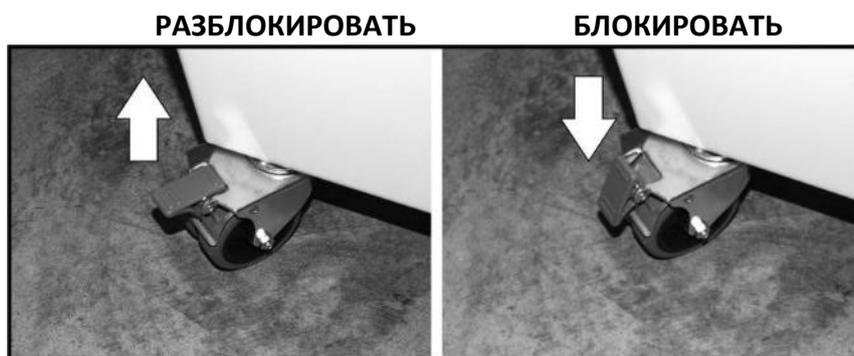

Рис. 6
Необходимо обеспечить свободный доступ к оборудованию со всех сторон для проведения его очистки, регулировки и/или технического обслуживания/ремонта. Необходимо зафиксировать колёса оборудования с фиксирующими опорами (**Рис. 6**).
- Перед эксплуатацией оборудования заблокируйте колёса фиксирующими опорами (смотри Рис. 6)